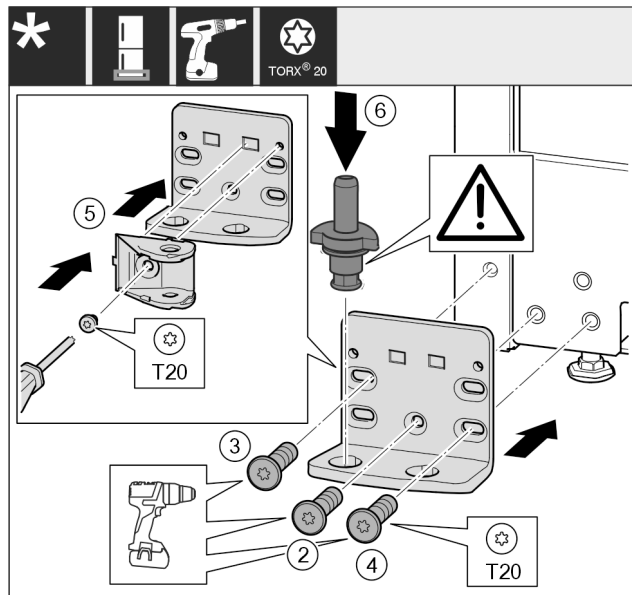

Fig. 49 *
- Aplicați suportul de lagăr pe partea opusă și înșurubați-l cu ajutorul unei șurubelnițe. Începeți cu șurubul Fig. 49 (2) de jos din centru.*
- Înșurubați ferm șurubul Fig. 49 (3) și șurubul Fig. 49 (4).*
- Rotiți îmbinarea amortizorului de închidere Fig. 49 (5) cu 180°. Înșurubați pe partea opusă a suportului de lagăr cu șurubelnița.*
- Introduceți complet bolțul de lagăr Fig. 49 (6). Aveți grijă aici ca respectiva camă de fixare să fie îndreptată către înapoi.*